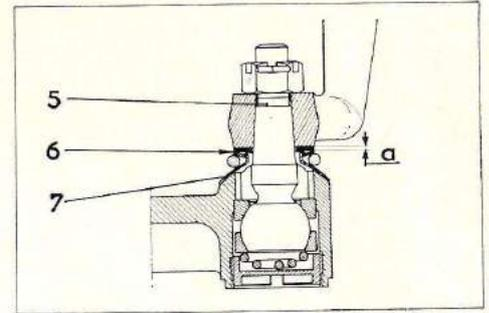

Fig. D 1.
— Placer sur la queue (5, fig. D 1) des rotules, le cache-poussière (7) muni du joint caoutchouc.